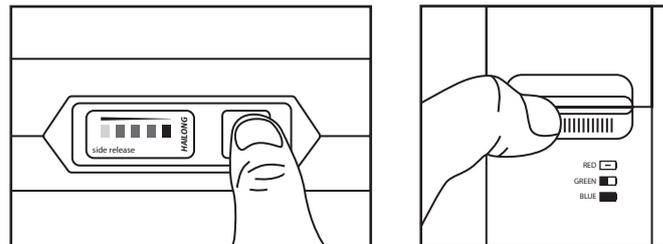

Рисунок 1. Индикаторы заряда аккумулятора на моделях Power 1 и Power 2
риодически следите за состоянием индикаторов заряда расположенных на аккумуляторе (Рисунок 1). Для включения индикатора заряда нажмите на кнопку на верхней панели аккумулятора. Если индикатор показывает, что аккумулятор заряжен полностью, отключите зарядное устройство.
5. Для включения индикатора заряда нажмите на кнопку на верхней панели аккумулятора (Рисунок 1). Если индикатор показывает, что аккумулятор заряжен полностью, отключите зарядное устройство.